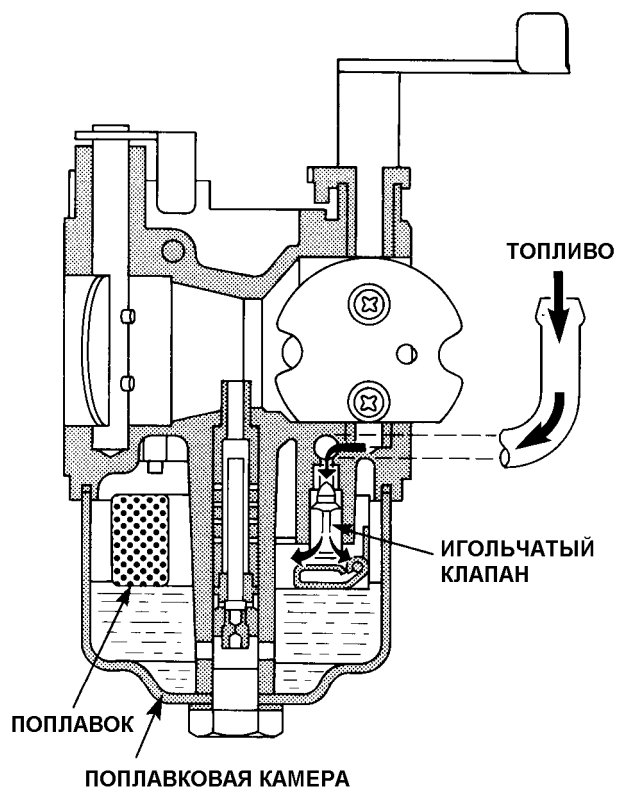

Рис. 12-1
(1) Освободите запасённую в пружине упругую энергию.
- 3 Надёжно удерживайте барабан обоими большими пальцами, чтобы не допустить сворачивания пружины. (Рис. 12-1)